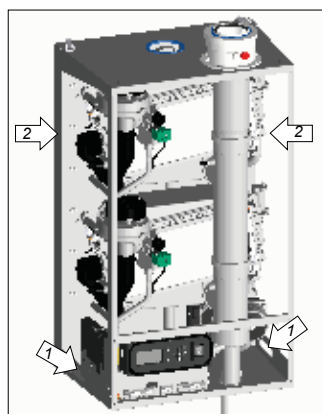

Figure 5.3.g
- ⚠ Soulevez uniquement la chaudière par les poignées spéciales sur le panneau inférieur (1) et soutenez la chaudière par son panneau arrière (2). Voir figure 5.3.g.**